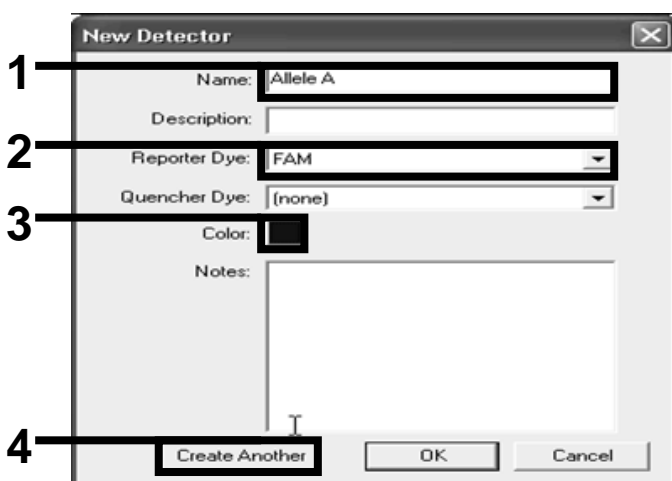

Ilustración 15. Creación de detectores.
16. En el cuadro de diálogo "New Detector" (Nuevo detector), introduzca **Allele A** (alelo A) en el campo "Name" (Nombre) (ilustración 15). Deje la configuración de "Reporter Dye" (Fluoróforo indicador) en "FAM". Haga clic en el botón "Color" (Color), seleccione un color y, a continuación, pulse "OK" (Aceptar) (ilustración 15). Haga clic en "Create Another" (Crear otro) (ilustración 15).